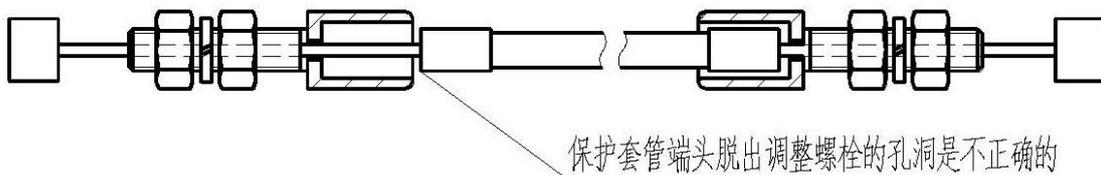

图 2：拉线组件安装时保护套管脱出调整螺栓孔洞的不正确情况示意图
1. 调整时须保证拉线组件的保护套管处于两端调整螺栓的孔洞中，并且保证该保护套管能够在钢丝上灵活滑动 1~3mm，但是保护套管的端头不能脱出调整螺栓的孔洞（不能出现如图 2 所示的不正确情况）。